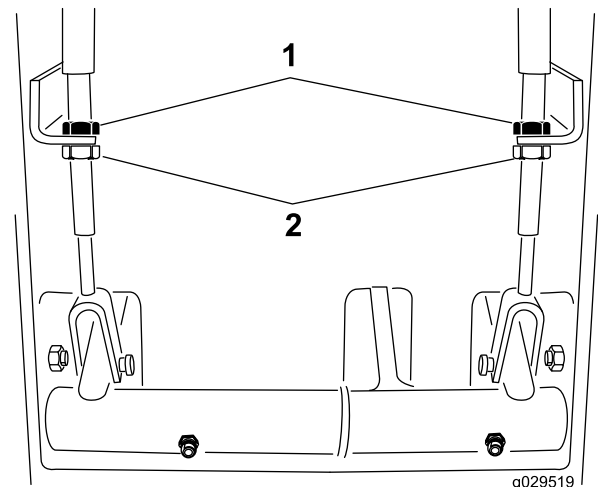

Figura 72
2. Para reducir la holgura de los pedales de freno, afloje las contratuercas delanteras en el extremo roscado del cable de freno (Figura 72).